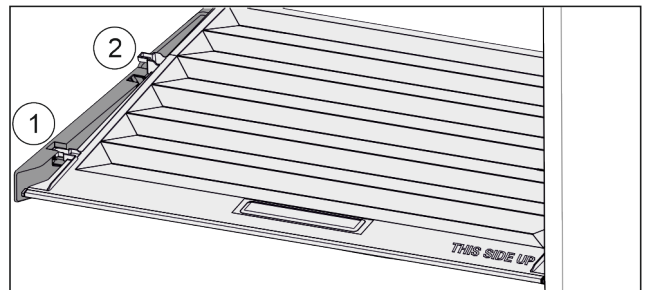

Fig. 45
- ▶ Tirare in avanti il coperchio fino all'apertura nei fermi Fig. 45 (1).
- ▶ Sollevare posteriormente dal basso e togliere verso l'alto Fig. 45 (2).